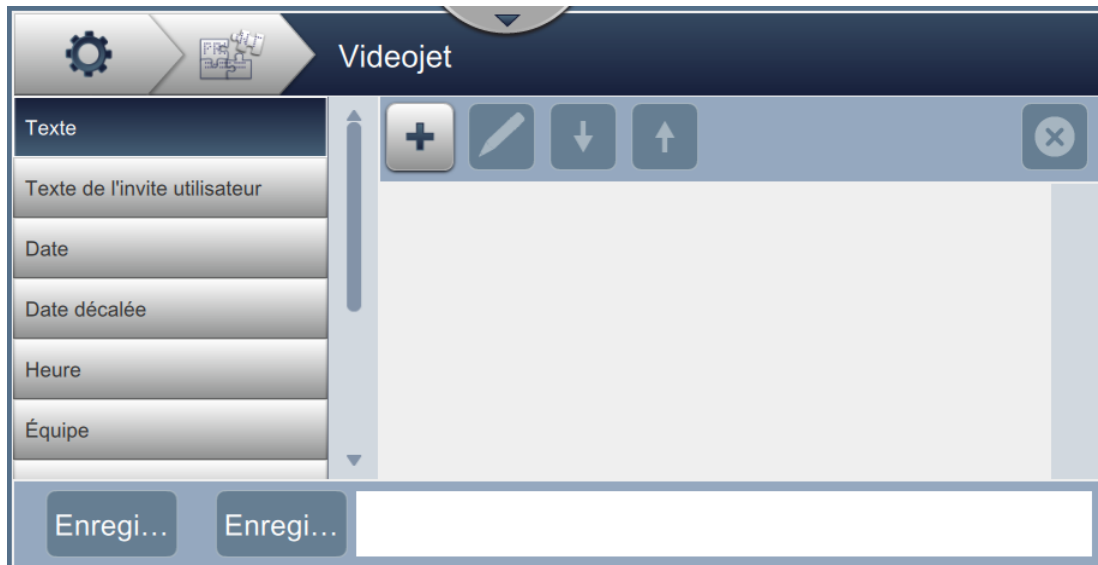

Figure 6-8 : Éditeur de référence personnalisée
4. L'écran Éditeur de référence personnalisée s'ouvre, tel qu'illustré dans la Figure 6-8.